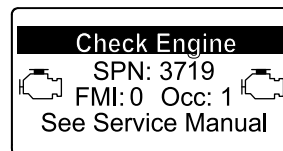

Figura 58
- Se for necessária uma regeneração de recuperação, o InfoCenter mostra o aviso do motor SPN 3719, FMI 16 (Figura 58) e o computador do motor reduz a potência do motor para 85%.